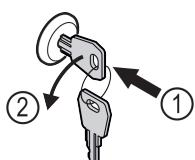

Fig. 170 Representación a modo de ejemplo
- Introducir la llave Fig. 170 (1).
- Girar la llave 90° en sentido antihorario Fig. 170 (2).